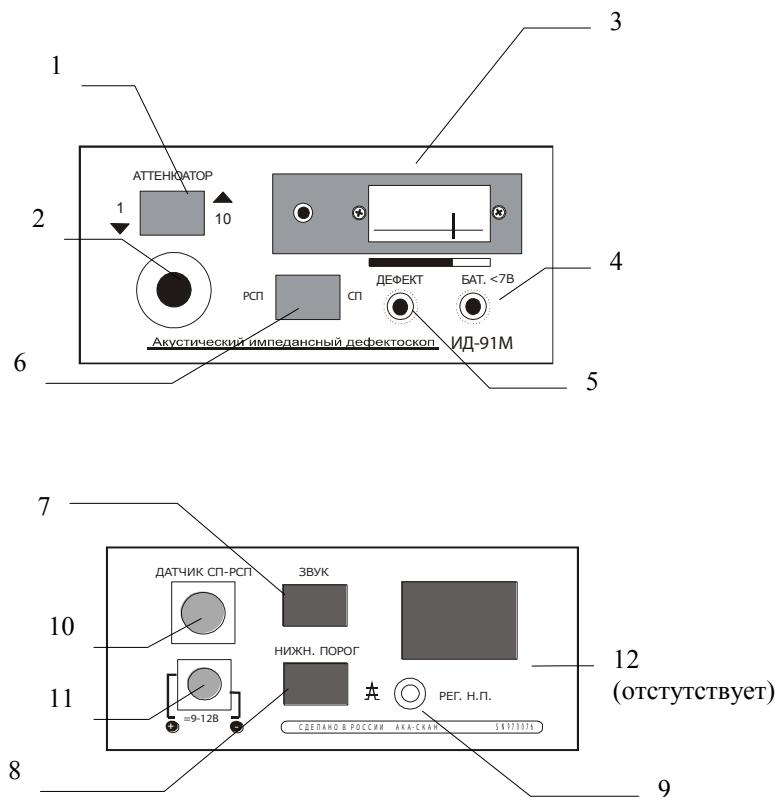

Рис.2 Расположение органов управления, регулировки и индикации дефектоскопа
6.1.1. Установить в электронный блок батарею «Корунд» (допускается применение других источников, например, батареи типа “Varta”, “GP”). Для чего необходимо выдвинуть крышку аккумуляторного отсека (рис. 2, поз. 13), установить в отсеке батарею, закрыть крышку.
6.1.2. Подключить к электронному блоку дефектоскопа (рис. 2, поз. 10, Sensor) преобразователь (тип преобразователя определяется в зависимости от типа контролируемого изделия в соответствие с разделом 8).
6.2.1. Подсоединить к электронному блоку ИПС через разъем на задней панели дефектоскопа (рис. 2, поз. 11). ИПС подключить к сети 220 В, 50 Гц.
6.3. Если при работе от батареи заморгает светодиод сигнализации разряда (рис. 2, поз. 4, БАТ), необходимо заменить батарею или перейти к работе от ИПС.
8.2.2. Положение переключателя АТТ (рис. 2, поз. 1) выбирать таким образом, чтобы получить минимальный разброс показаний в допороговой зоне стрелочного
индикатора, при этом ручка потенциометра АТТ (рис. 2, поз. 2) не должна находиться в крайнем правом положении.
8.3.4. Для контроля изделий с глубиной залегания дефектов до 1 мм подключить нижний порог переводом переключателя **Нижн. порог** (рис.2, поз. 8) в положение 1.
8.4.1. Перевести переключатель РСП-СП (рис. 2, поз. 6) в положение СП.